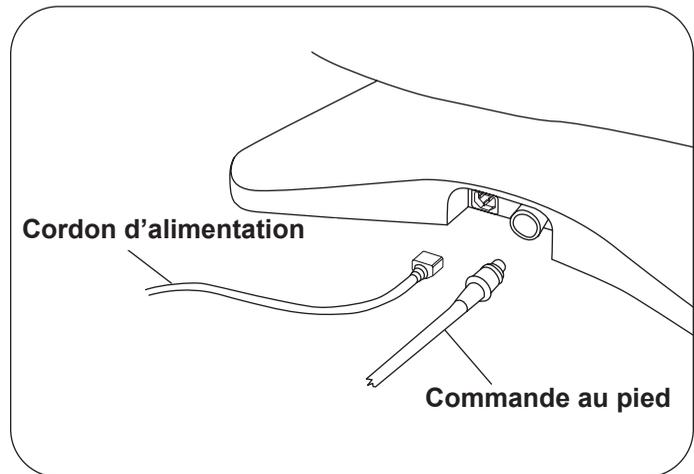

Figure 6. Prises du cordon d'alimentation et du cordon de commande au pied
2. Insérez l'extrémité du cordon dans la prise de la pédale de commande sur la table (Figure 6). Assurez-vous que la languette de la prise du cordon est orientée vers le haut et que la prise est bien en place. Testez le fonctionnement de la pédale de commande.